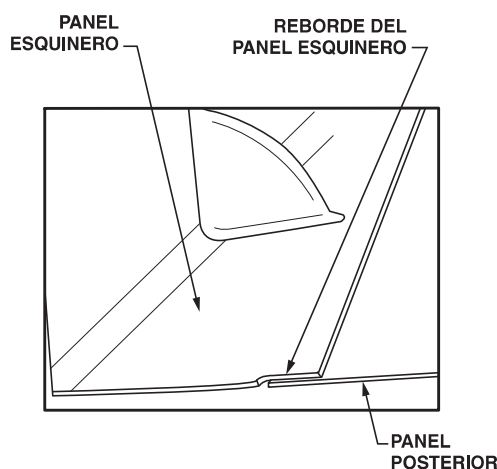
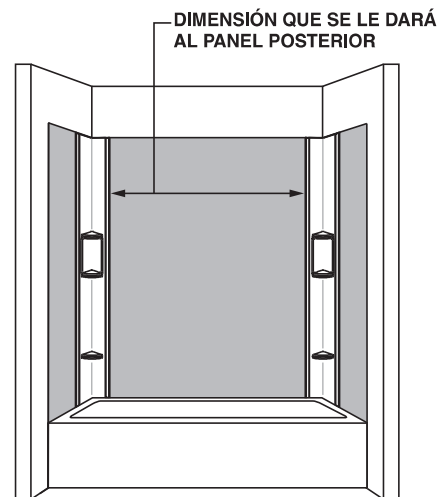

Ilustración 5
Ilustración 6
- Mida la distancia desde el reborde de una esquina posterior hasta el reborde de la esquina opuesta de manera tal que las esquinas posteriores se superpongan con el panel posterior. **Vea la ilustración 5.** El panel posterior se tiene que recortar a esta dimensión. Asegúrese de que la dimensión obtenida permita que el panel posterior después de ser cortado se deslice debajo del reborde de cada esquina posterior o se superponga con cada una de ellas. **Vea la ilustración 6.**